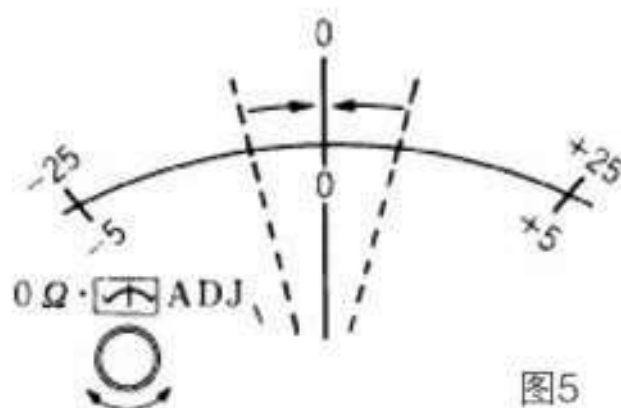

图5
- 6、指针移向中央0线附近后, 调节零讯号仪表 (NULL) 用指针零调节器⑥, 将指针准确对准0刻度线。(参照图5)